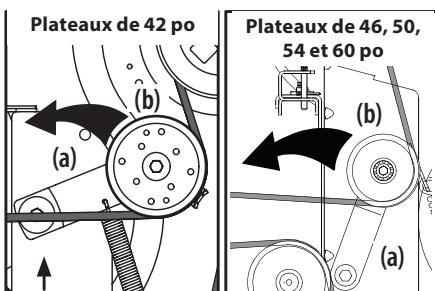

Figure 42
- À l'aide de la poignée de levage du plateau ou de la pédale et du bouton de levage du plateau, élévez-le jusqu'à la position la plus horizontale possible entre les galets tendeurs du plateau et la poulie de la PDF située au bas du moteur. Consultez la Figure 42.
- En partant du milieu du tracteur, faites pivoter le support du galet (a) et le galet tendeur mobile (b) vers l'arrière avec un éloignement suffisant pour soulever la courroie et la faire passer au-dessus de la poulie de fusée. Consultez la Figure 42.